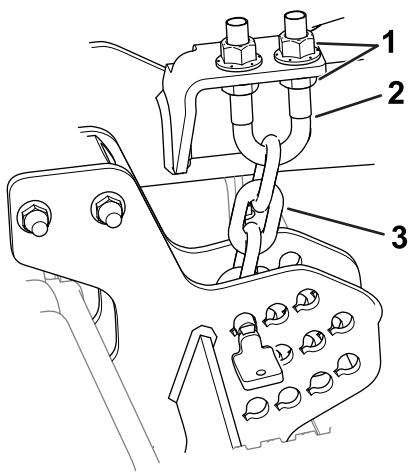

图 6
6. 松开剪草高度链条 U 形螺栓上的下锁紧螺母 图 6。
7. 调节螺母图 6 以升起或放低滚刀组后部使后部刀片的边缘比前缘高 610mm。